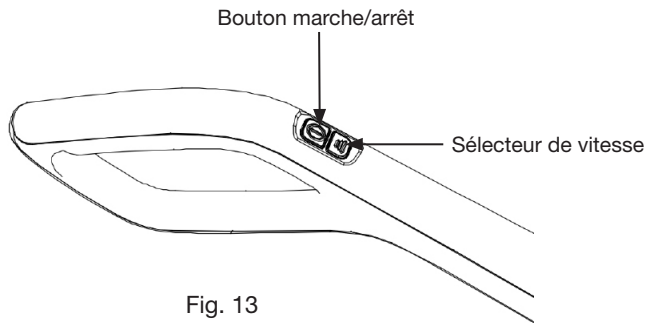

Fig. 13
1. Appuyez une fois sur le bouton marche/arrêt situé sur la poignée (Fig. 13). L'appareil démarre par défaut à vitesse élevée et l'indicateur de charge s'allume en bleu.
2. Appuyez sur le bouton sélecteur de vitesse pour passer en vitesse lente (Fig. 13). Appuyez à nouveau sur ce bouton pour passer en vitesse élevée. Vous disposez d'une autonomie de 60 minutes en vitesse lente et de 30 minutes en vitesse élevée.